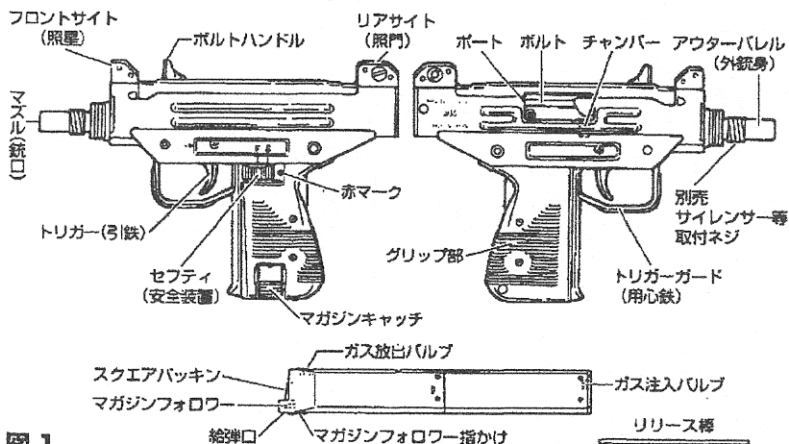

図 1
- ① まずボルトを、必ずフルコッキング位置にしてください。
- ② マガジンをしっかり握り、マガジンキャッチを押しながらマガジンを少し抜き、キャッチをはずしてください。
- ③ マガジンをしっかり握ったまま引き抜いてください。
△残弾警告①(マガジンをはずす時)：銃内にまだ弾が残っている状態で、ちょうどガスがなくなったり、冷えたりして発射できなくなることがあります。この時マガジンをはずすだけでは弾が銃のチャンバー(発射直前のBB弾を保持するバレル基部⇒図1参照)内に残る危険性があります。このまま放置すると、次操作時に残弾を忘れて発射してしまう危険性があります。ただちにセフティをかけ、マガジンのみにしてガスを注入するか、発射圧が戻るのを待って、7発射を終える時の処理に従い、銃内にBB弾の無い安全な状態にしてください。マガジンがついていないというだけで、その銃内にBB弾がないだろうとは絶対に判断しないでください。